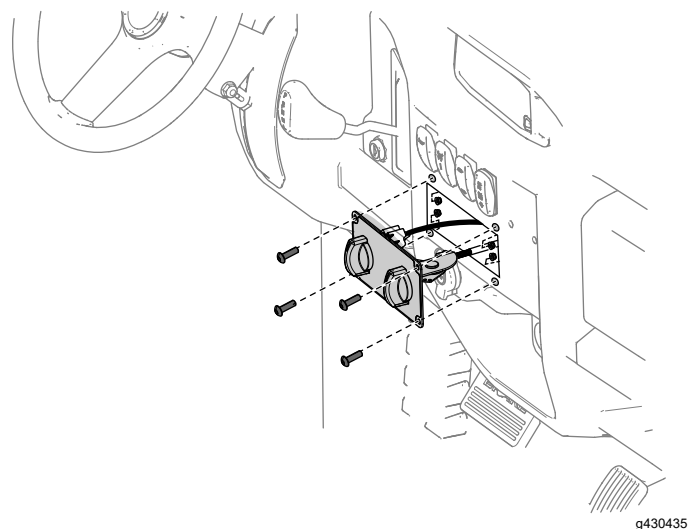

Figura 10
11. Disponete il cavo di comando, la valvola dell'acqua e il cablaggio attraverso il cruscotto e fissate il gruppo quadro di comando sul cruscotto con 4 bulloni a testa tonda ($\frac{5}{8}$ ") e 4 dadi di bloccaggio (n. 10-24); fate riferimento alla Figura 10. Serrate i bulloni a 3 N·m.